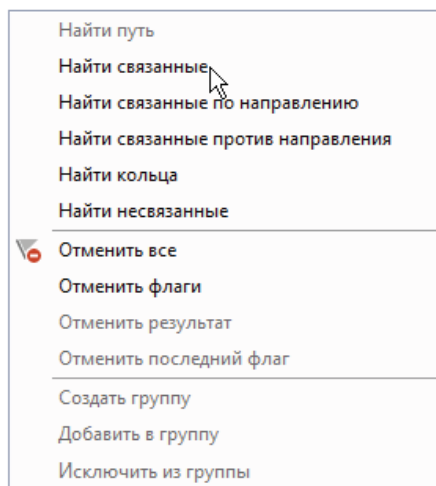

Рисунок 6.14. Поиск связанных объектов
4. Нажмите правую кнопку мыши и в появившемся меню (Рисунок 6.14, «Поиск связанных объектов») выберите пункт Найти связанные. Все найденные объекты сети, в соответствии с выбранным пунктом меню поиска, окрасятся в красный цвет;